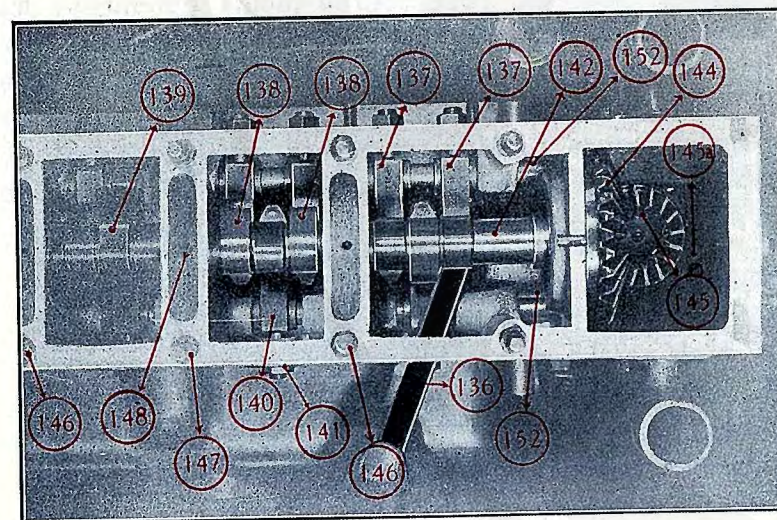
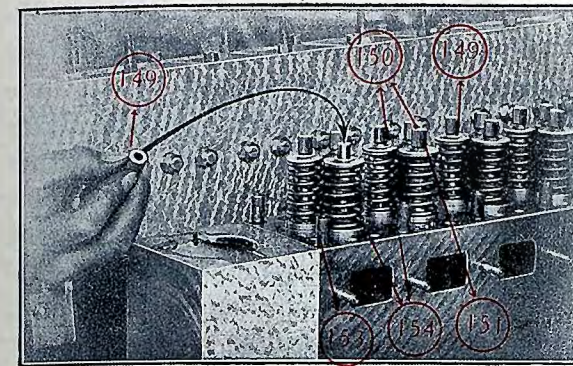

Fig. 30
Fig. 31
L'ensemble de la commande des soupapes comprend un arbre à cames (142) d'une seule pièce avec les cames d'admission et d'échappement [2 admissions (138) et un échappement (139) par cylindre], cet arbre est commandé par un couple de pignons (144 et 145, fig. 30). Il est supporté par un palier entre chaque groupe de trois cames. Les tubes (152) traversent le carter d'arbre à cames dans toute la longueur de chaque côté et supportent l'un les culbuteurs d'admission (137) l'autre les culbuteurs d'échappement (140), les vis et écrous (141) fixent la position des culbuteurs. La fig. 31 montre le carter d'arbre à cames enlevé. Pour cela il suffit de dévisser les vis 146 dont l'extrémité filetée s'introduit dans les goujons taraudés (153, fig. 31). Les goujons (147) servent à fixer le couvercle du carter d'arbre à cames. Sur la fig. 31 la main tient le chapeau qui vient coiffer la soupape suivant la flèche. Chaque soupape reçoit un chapeau semblable, en acier cémenté et trempé. Suivant l'épaisseur du fond de ce chapeau on fait varier le jeu entre le culbuteur et la came, c'est ce qui permet le réglage. Si le jeu est trop grand, il faut changer le chapeau en mettant un fond plus épais, si au